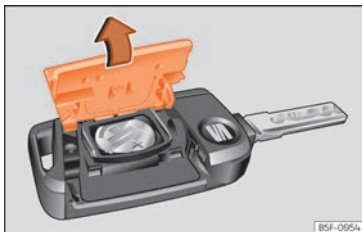

Fig. 88 Llave del vehículo: apertura de la tapa del compartimento para la pila.
- Retire la tapa en la parte trasera de la llave del vehículo » » » **fig. 88** en la dirección de la flecha » » » **!**
- Coloque la tapa tal como se muestra » » » **fig. 88** y presiónela en la carcasa de la llave del vehículo en sentido contrario a la flecha hasta que encastre.